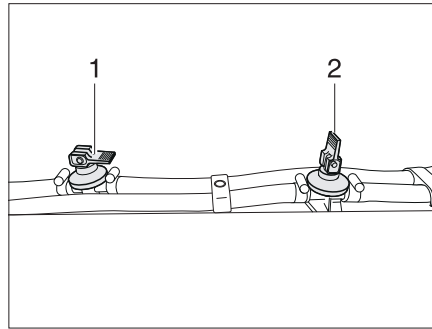

Fig. 375 Llave de desagüe
- Cerrar todas las llaves de desagüe. Colocar para ello el balancín (Fig. 375,1) en posición horizontal.